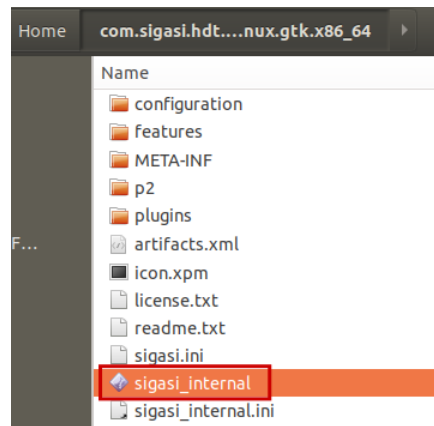

图2. 打开Sigasi Studio
2. 打开Sigasi Studio，进入下载目录中，双击文件*sigasi\_internal*（参见图2）。